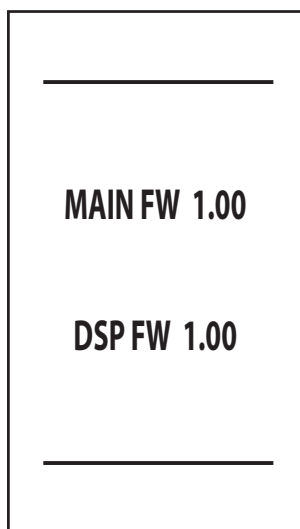

fig. 6- Mise en marche / Version logiciel
- Pendant les 5 premières secondes, l'écran affiche la version du logiciel de la carte et de l'écran (fig. 6).